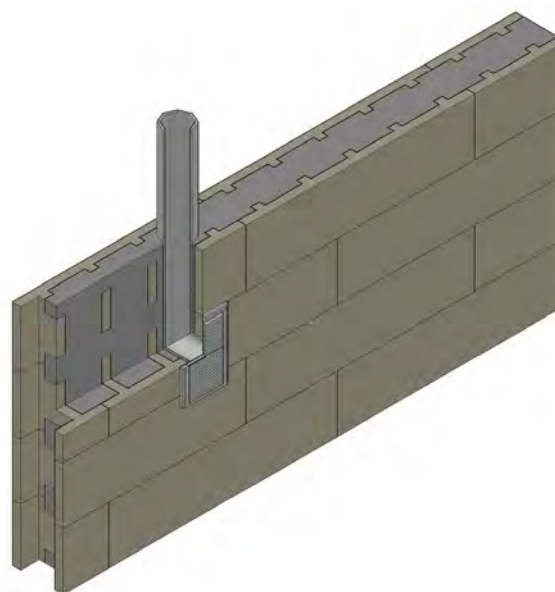

Рис. 17.2
17.2 Инженерные каналы (вентиляционные, электрические и т. д.) сформированные из короба круглого, квадратного или иного сечения до 120мм толщиной и 180мм шириной, необходимо заложить в стены перед бетонированием.(рис.17.2)